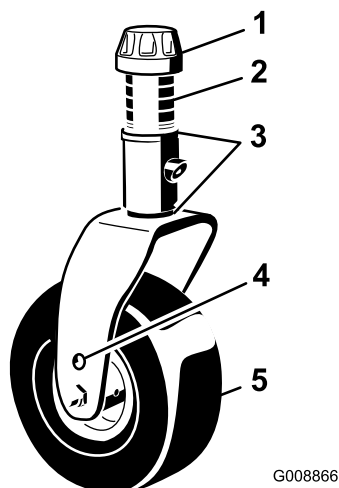

図 2
1. スピンドルシャフトからテンショニングキャップを取り、スペーサとスラストワッシャを抜き出す 図 2。
2. 希望する刈高に合わせてキャストスピンドルにスペーサを通す 図 7 と 図 8 を参照。スピンドルにスラストワッシャを通し、キャストをキャストアームに通す。もう一枚のスラストワッシャと残りのスペーサをスピンドルに通し、テンショニングキャップで固定する 図 2。